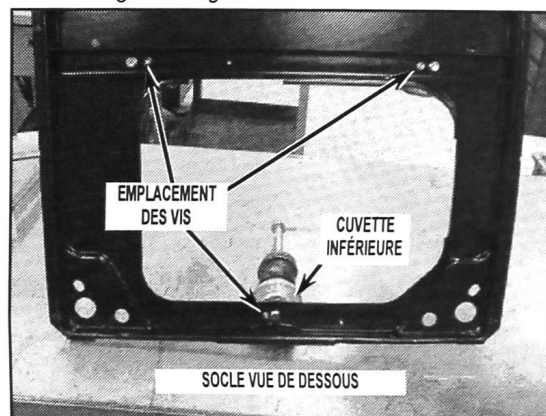

FIGURE 14
20. Après avoir installé les amortisseurs sur le socle, serrer les trois (3) vis autoperceuses (fournies avec l'ensemble) au travers du socle à partir du fond en pénétrant la cuvette inférieure des amortisseurs à tous les trois emplacements des amortisseurs. Repérer les vis 5/8 " à partir du centre des goujons d'amortisseur. Cela garantira la non torsion de l'amortisseur en cours de fonctionnement et empêchera ainsi le desserrage. Voir Figure 14.